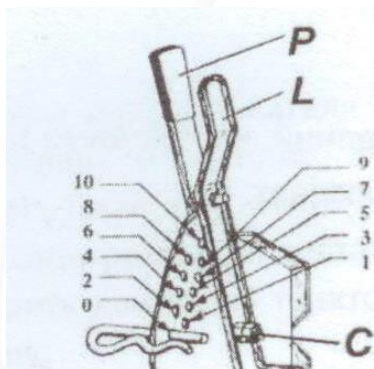

Рис.3 Регулировка нормы высева.
К раме приварен специальный кронштейн (2) с отверстием для фиксаторов (рисунок 3), которые предотвращают от самопроизвольного перемещения рычагов. Рычаги Р и L служат для установки нормы высева путем открывания и закрывания дозирующих отверстий и блокировки их в требуемом положении при помощи фиксаторов.